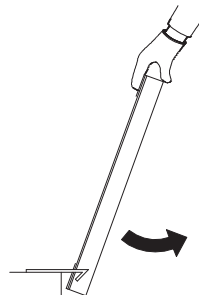

Figure 6
- (3) Décrochez le filet de protection et retirez-le. (Reportez-vous à la **Figure 6**.)